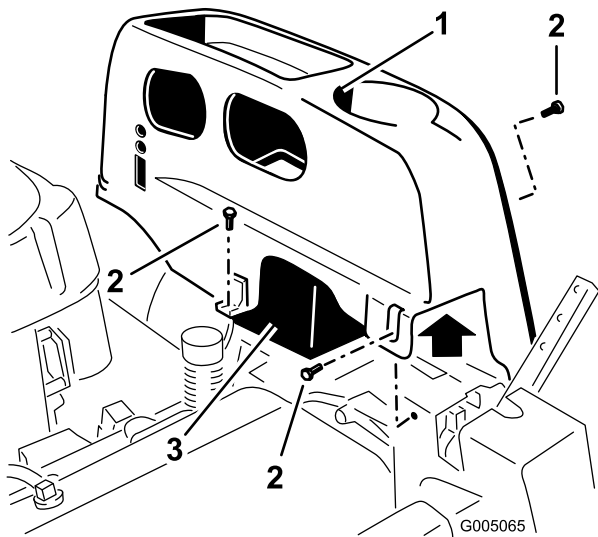

Figura 24
2. Retire los tornillos TORX® (T25) que sujetan la cubierta izquierda al bastidor, según se muestra en Figura 24.